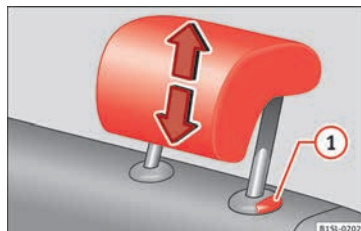

Fig. 117 Dépose de l'appuie-tête arrière.
- Retirez l'appuie-tête complètement en maintenant la touche » fig. 117  appuyée.